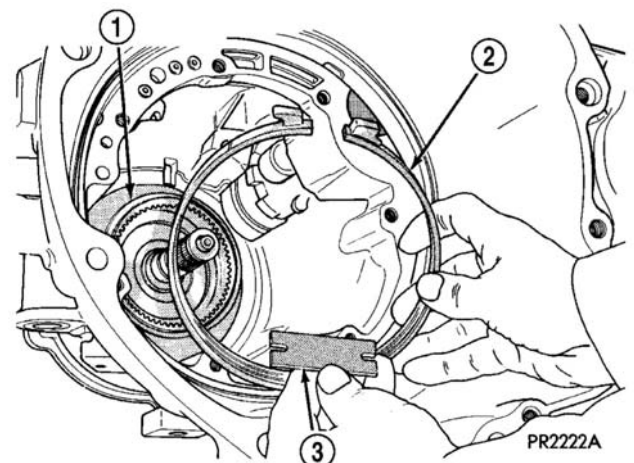

图 60 低/倒档制动带和支架
(2) 安装低/倒档制动带（图 60），此时不要安装支架或调整。